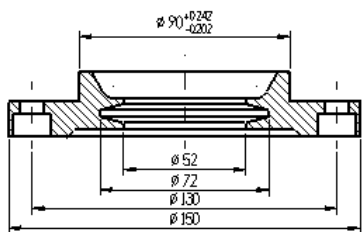
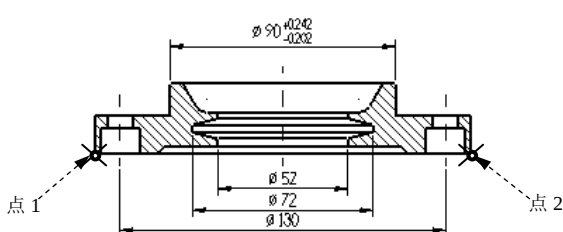

图 4.5.14 标注尺寸
图 4.5.15 定义标注对象
(5) 创建图 4.5.14 所示的水平尺寸。
① 定义标注对象。在绘图区选取图 4.5.15 所示的点 1 和点 2 为标注的对象。
② 设置标注参数。在“尺寸标注”工具栏中单击按钮使其处于按下状态，添加直径符号。
③ 放置尺寸。在图 4.5.14 所示的位置放置尺寸。